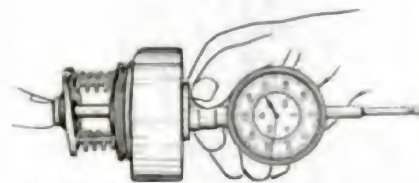

Fig. 30.
- Introduire le piston dans la tête hydraulique et placer celle-ci horizontalement sur l'établi (fig. 30).